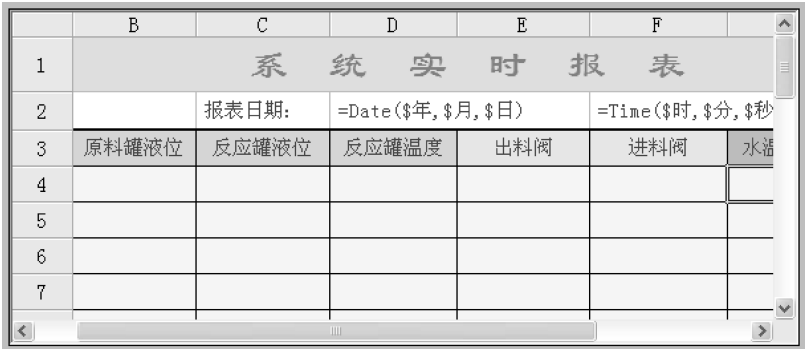

图 7-49 动态变量输入
5) 插入动态变量：合并 B2 和 C2 单元格，并在合并完成的单元格中输入：=\\本站点\\\$ 日期（变量的输入可以利用“报表工具箱”中的“插入变量”按钮实现）。利用同样方法输入其他动态变量，如图 7-49 所示。